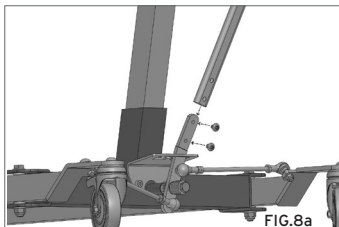

FIG.8a
- 7a. Inserire la leva per l'apertura della base e bloccarla con le sue viti. (Fig.8a - per modelli RI823-RI824-RI827-RI828)